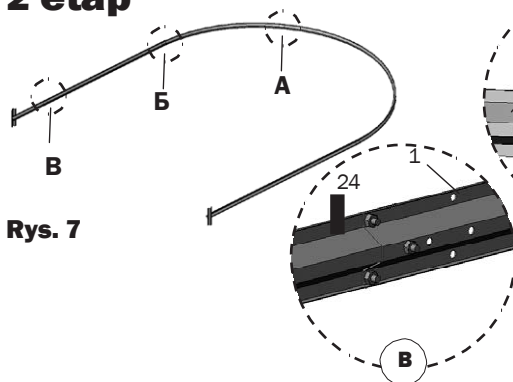

Rys. 6
2. Montaż należy prowadzić zgodnie ze wskazówkami przedstawionymi na **rys. 6...14**.